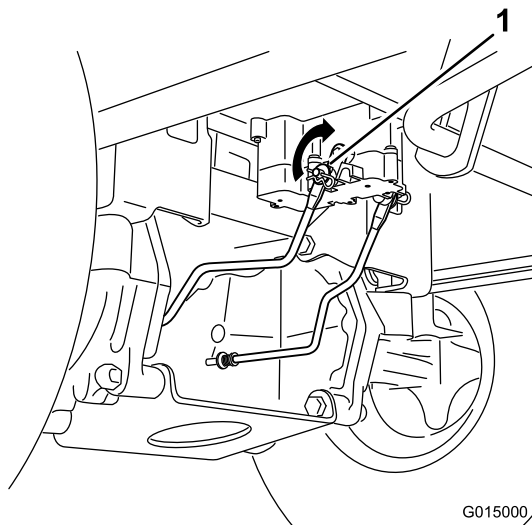

Figure 51
1. Trouvez l'arbre sur le frein électrique au point de connexion des bras de liaison (Figure 51).